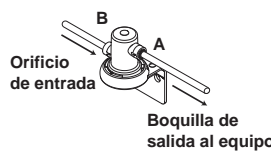
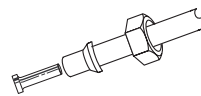
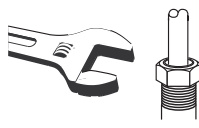

Figura 4
Figura 5
Figura 6
Sostenga la cabeza/soporte del filtro en dirección contraria a la pared, empuje el otro extremo de la tubería hacia el orificio de salida como lo indica la flecha en la cabeza/soporte del filtro (ver Figura 4, A.)
7. Tome la sección de tubería restante, deslice la tuerca hexagonal de compresión y la férula de 3/8" (con el extremo cónico hacia afuera desde la tuerca hexagonal de compresión) en la tubería y coloque la inserción para tubo (ver Figura 5). Sujete este conjunto a la boquilla de salida de 3/8" de suministro de agua fría. No apriete demasiado (ver Figura 6). Apretar en exceso hará que la tubería se separe de su conexión. Conecte el otro extremo al lado del orificio de entrada, como lo indica la flecha que aparece en la cabeza/soporte del filtro (ver Figura 4, B).